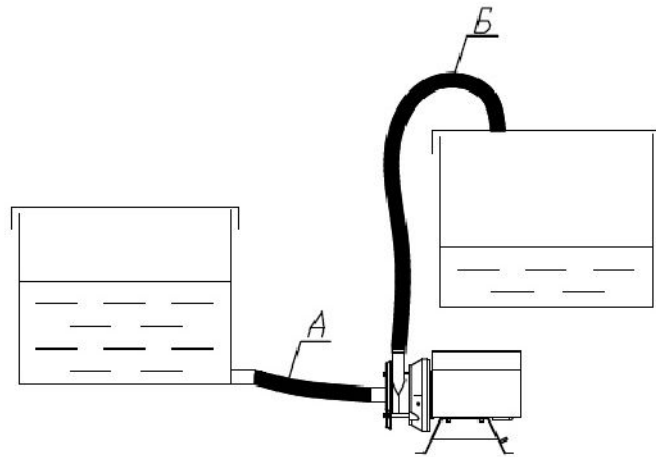

Рис.2 Схема установки насоса для перекачивания жидкости из емкости, находящейся под атмосферным давлением.
3.2 Насос обеспечивает откачивание жидкости из емкости находящейся под атмосферным давлением (рис.2).